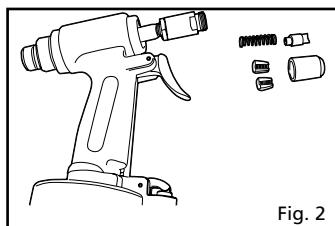

Fig. 2
L'entrée d'air (figure 2), utilisée pour connecter l'arrivée d'air à un filetage américain 1/4 po NPT.
3. Utilisez la clé pour enlever le logement de mâchoire, les mâchoires, le pousseur de mâchoire et le ressort du pousseur. (Fig. 2)
3. Use la llave inglesa para quitar la carcasa de la mordaza, las mordazas, el impulsor de mordaza y el resorte del impulsor. (Fig. 2)